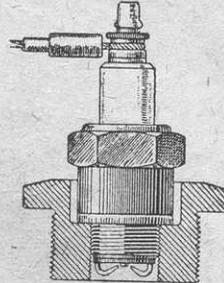

Рис. 250. Неудачная посадка свечи. Электроды сидят слишком глубоко в стенке камеры сгорания.
3. Запальная свеча слишком коротка (рис. 250).